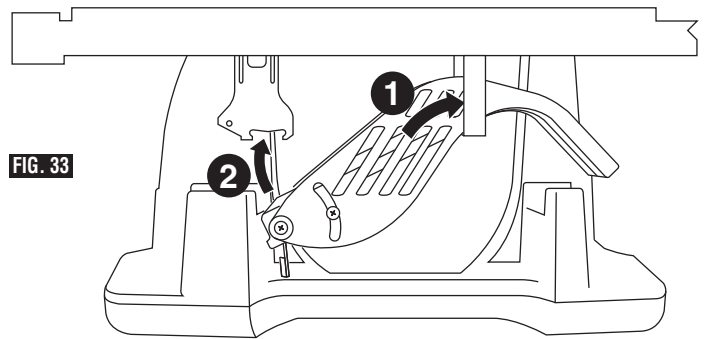

FIG. 33
1. Slide the Main Barrier Guard assembly (upside down) up and back into the U-bracket at the rear right side of the saw (Fig. 33).
1. Faites glisser l'ensemble de barrière de sécurité principale (sens dessus dessous) vers le haut et l'arrière pour faire entrer la barrière dans le côté arrière droit de la scie (Fig. 33).
1. Deslice el ensamblaje del protector de barrera principal (en posición invertida) hacia arriba y de vuelta al interior del soporte en U ubicado en el lado trasero derecho de la sierra (Fig. 33).